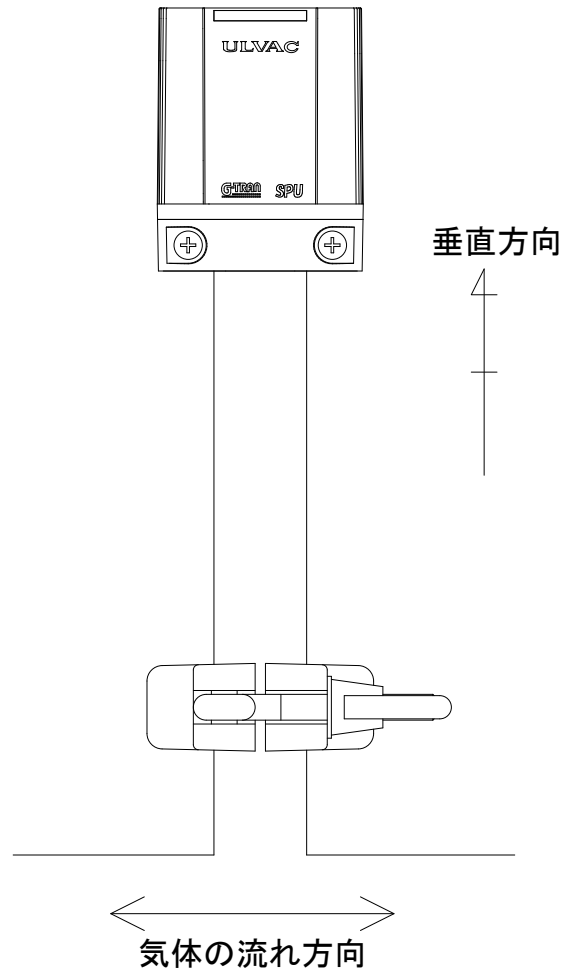

図 4-2 SPU の取り付け
- ・ できる限りフィラメントが重力に垂直になるように取り付けして下さい。(図 4-2 参照)